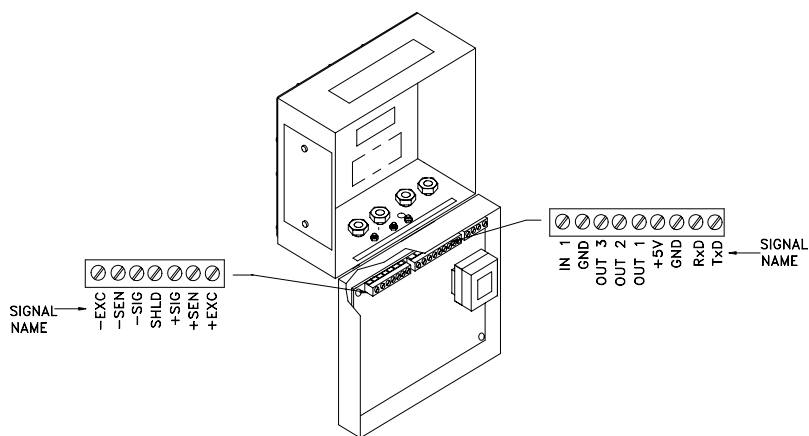

Figure 5
5. Serrer la partie supérieure du panneau avant contre l'enceinte et la soulever pour dégager les deux clips supérieurs. Le couvercle se dégage en glissant vers le bas (Figure 5), retenu par le câble en bas.